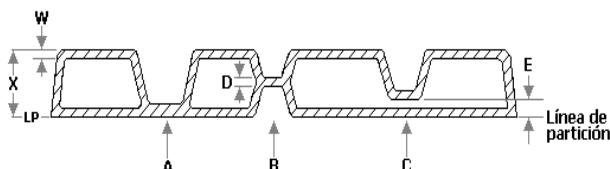

Figura 1. Detalles de diseño en piezas, planas o de doble pared, rotomoldeadas.
- La separación interna entre superficies (X, Figura 1) debe ser, al menos, 3 veces el espesor de pared nominal (W) [2,4]. Sin embargo, esta relación debe utilizarse sólo en casos extremos [1]. La mínima separación estándar debe ser 5 veces el espesor de pared ($X \geq 5W$) [1].
- Se utilizan, además, dispositivos especiales llamados *kiss-off*, los cuales son muy efectivos para aportar rigidez [3] (A y B, Figura 1).
- En los *kiss-off*, el espesor combinado de las paredes (D en la figura 1), debería ser 1.75 veces el espesor de las paredes ($D=1.75W$) [1].
- En el caso de los seudorefuerzos (C, Figura 1), la separación (E) debe ser de, al menos, 3